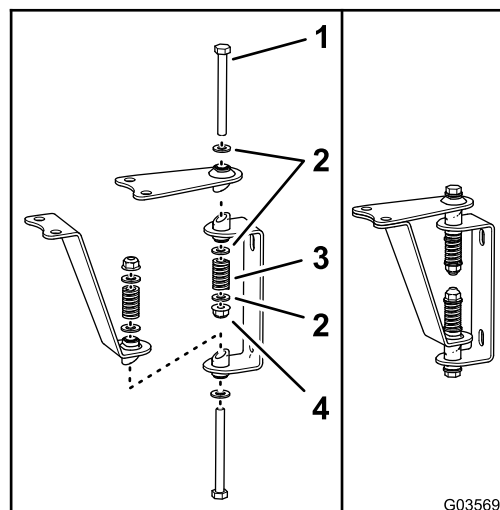
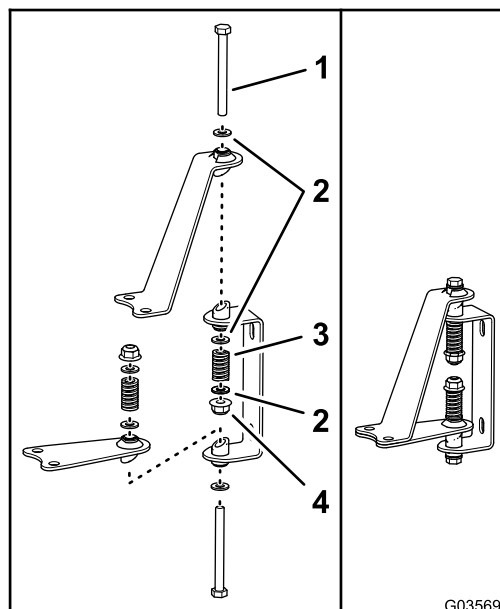

Figure 4
Figure 5
4. Insérez les boulons dans les ouvertures des tubes soudés articulés, les charnières et les brides, comme montré à la Figure 4 ou Figure 5.
5. Posez une rondelle plate sur l'extrémité exposée de chaque boulon (Figure 4 ou Figure 5).
6. Posez un ressort au bout de chaque boulon (Figure 4 ou Figure 5).
7. Posez une rondelle plate et un contre-écrou à l'extrémité de chaque boulon (Figure 4 ou Figure 5), et serrez les contre-écrous jusqu'à ce qu'il n'y ait plus de jeu dans les ressorts.